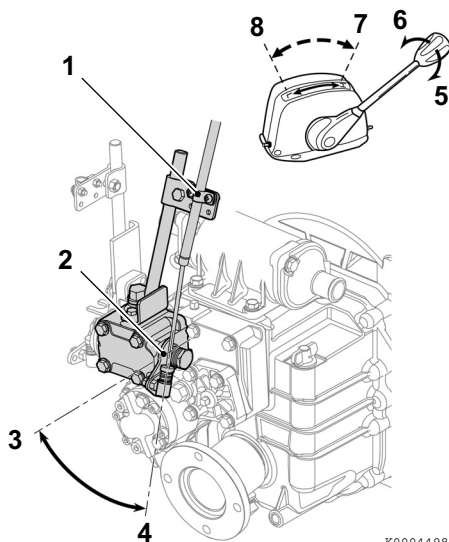

Figura 3
2. Reduzca la velocidad moviendo la palanca de curricán de alta velocidad (H) (**Figura 3, (4)**) a baja velocidad (L) (**Figura 3, (3)**). Ajuste la velocidad al nivel deseado y asegure la palanca de curricán en su lugar.
3. Antes de volver a comenzar el funcionamiento normal, asegúrese de colocar la palanca de curricán en la posición de alta velocidad (H).
- La lámpara del panel de interruptores se encenderá y la lámpara SEL (**Figura 3**) del mando de control (**Figura 2**) se encenderá y parpadeará.